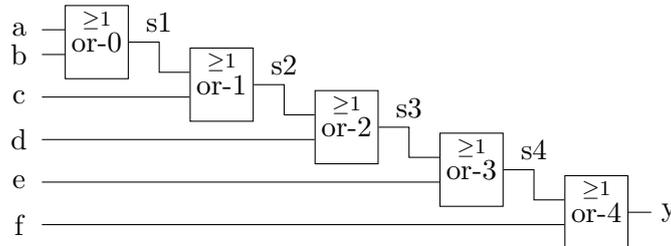
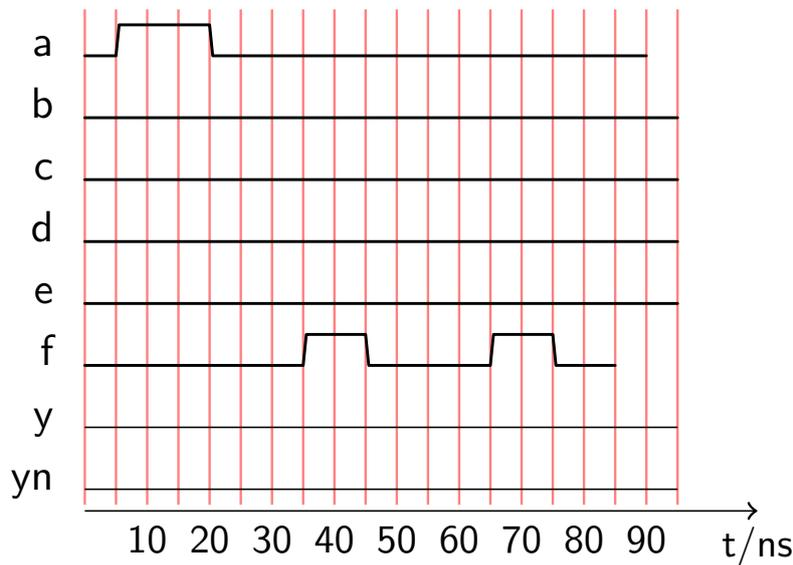

Abbildung 1: Verschaltung von fünf ODER Gattern
Abbildung 2: Zeitverlauf der Eingangssignale
Die in Abbildung 1 dargestellte Schaltung ist aus Oder Gattern aufgebaut. Jedes dieser Gatter hat eine Verzögerungszeit von $t_{pd} = 5ns$. Die Verzögerung ist für steigende und fallende Signale gleich ($t_{pdlh} = t_{pdhl}$).
- In Abbildung 2 ist ein beispielhafter Verlauf der Eingangssignale dargestellt. Zeichnen Sie den zeitlichen Verlauf des Signals am Ausgang y für die Schaltung gemäß Abbildung 1 in die Abbildung 2 ein. Das Signal y_n wird für die Aufgabe f) benötigt.
- Zeichnen Sie den zeitlichen Verlauf des Signals am Ausgang y der neuen Schaltung aus Aufgabe e) in Abbildung 2 ein.